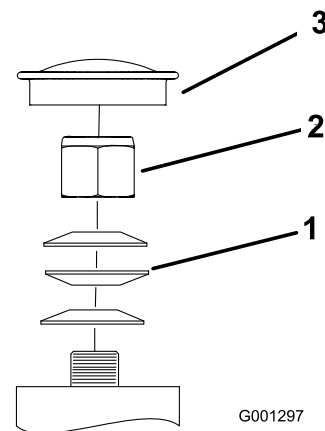

Figure 59
3. Retirez le capuchon antipoussière de la roue pivotante et serrez le contre-écrou (Figure 59).
4. Continuez de serrer le contre-écrou jusqu'à ce que les rondelles élastiques soient aplaties, puis desserrez-le de 1/4 de tour pour obtenir la précharge correcte des roulements (Figure 59).
**Important:** Veillez à placer les rondelles élastiques comme illustré à la Figure 59.
5. Remettez le capuchon antipoussière en place (Figure 59).